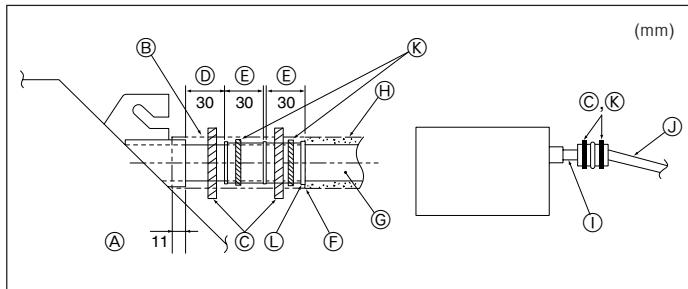

Fig. 6-2
- Συνδέστε τον ακροσύνδεσμο αποχέτευσης (που παρέχεται μαζί με τη μονάδα) στο άνοιγμα αποστράγγισης. (Fig. 6-2)